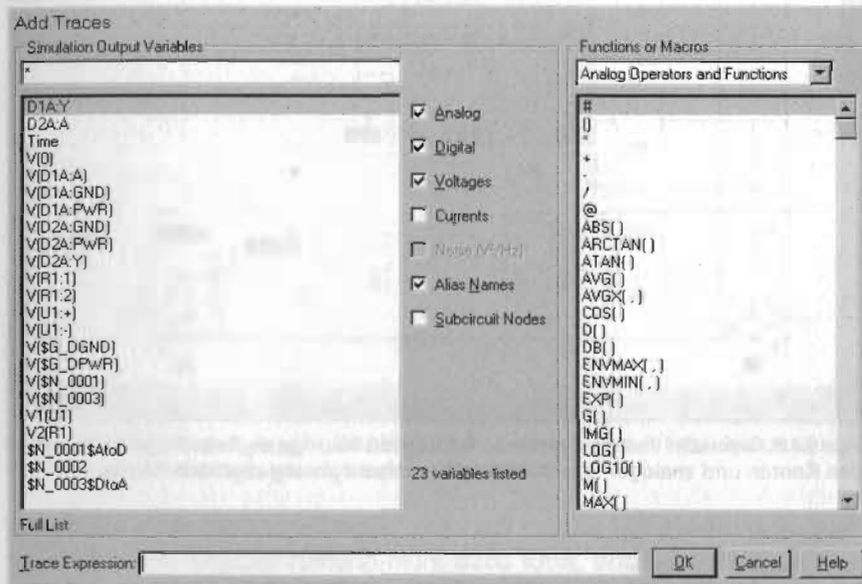

Bild 10.14: Die Trace-Liste nach einer Simulation mit analogen und digitalen Bauteilen
- Zeichnen Sie die Schaltung und speichern Sie als DIG15.SCH. Nehmen Sie eine Transienten-Analyse über ein Simulationsintervall von 2 ms (Step Ceiling 0.2 μ s) vor. Öffnen Sie nach Abschluss der Simulation die Trace-Liste. Entfernen Sie, um die Übersicht zu verbessern, die Anzeige der Ströme (CURRENTS) und der Größen der Unterschaltkreise (SUBCIRCUIT NODES) aus der Trace-Liste (Bild 10.14):